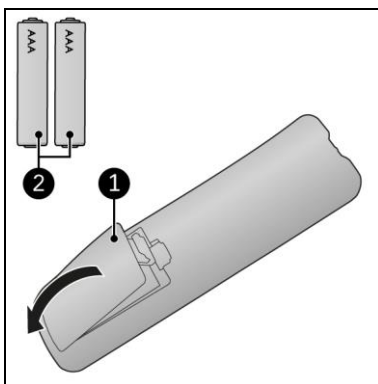

Figura 16
1. Îndepărtați capacul bateriei (figura 16, poz. 1).
2. Introduceți două baterii AAA 1,5 V (Figura 16, poz. 2) așa cum este indicat în compartimentul pentru baterii. Asigurați-vă că introduceți bateriile în mod corect.